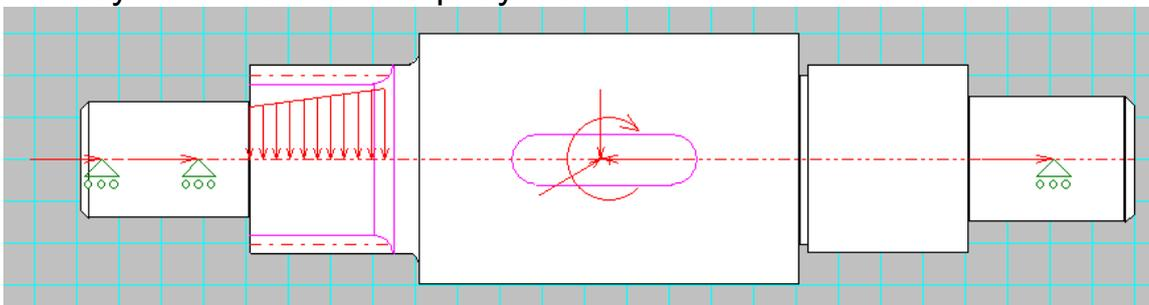

Рисунок 2.34
**Задание 19.** Задайте моменты изгиба к центру шпоночного паза по образцу (рисунок 2.34)